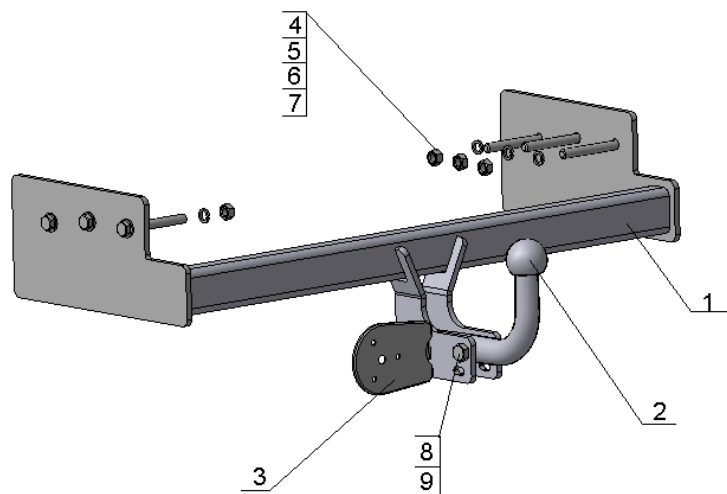

Рис.1
- согласно Рис.1 с помощью крепежных элементов поз 4,5,6,7 закрепить ТСУ на автомобиле;